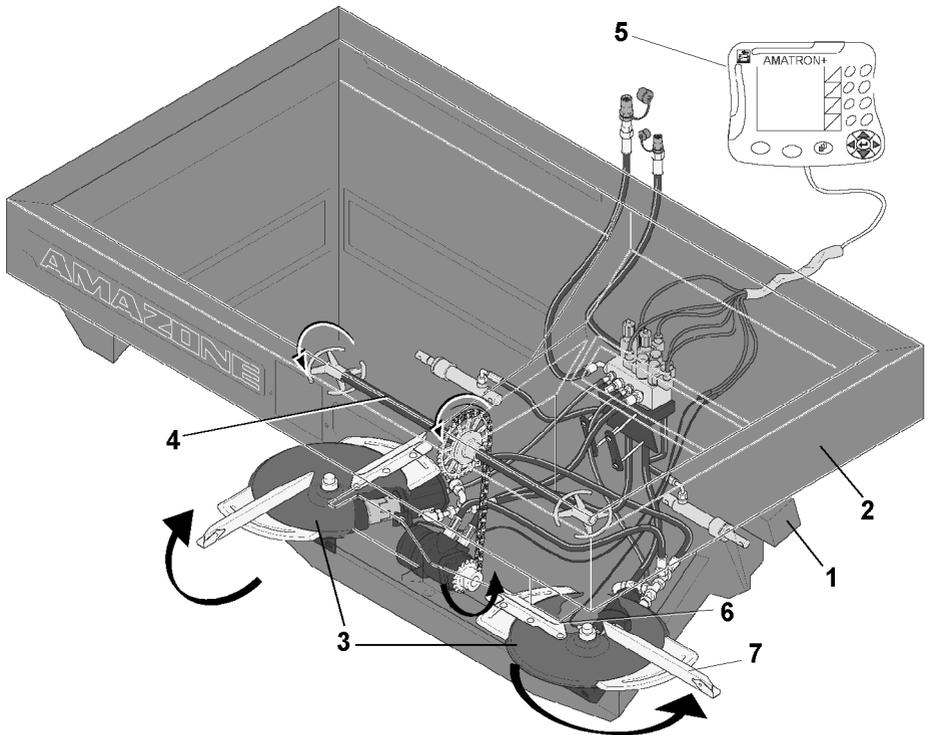

Fig. 2
- Rahmen (Fig. 2/1)
- Behälter (Fig. 2/2)
- Auswechselbare Omnia-Set-Streuscheiben (Fig. 2/3),
- Hydraulischen Antrieb für Streuscheiben (Fig. 2/3) und Rührwerk (Fig. 2/4)
- Bordrechner **AMATRON+** (Fig. 2/5)
Der Düngerstreuer **AMAZONE ZA-M Hydro** ist mit zwei Trichterspitzen und mit auswechselbaren Streuscheiben (Fig. 2/3) ausgerüstet die entgegen der Fahrrichtung gegensätzlich von innen nach außen rotierend hydraulisch angetrieben werden und mit einer kurzen (Fig. 2/6) und einer langen Streuschaufel (Fig. 2/7) bestückt sind.